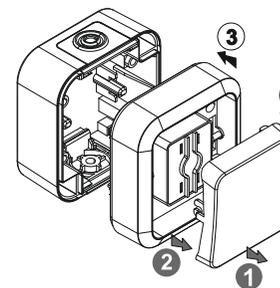

Рисунок 1 – Порядок монтажа выключателя / Figure 1 – Switch installation procedure / 1 сурет – Ажыратқышты монтаждау тәртібі
- 1 Снять клавишу выключателя и выкрутив четыре винта, снять верхнюю часть корпуса (рис. 1).
- 1 Remove the switch button and unscrew four screws to remove the top part of the housing (Fig.1).